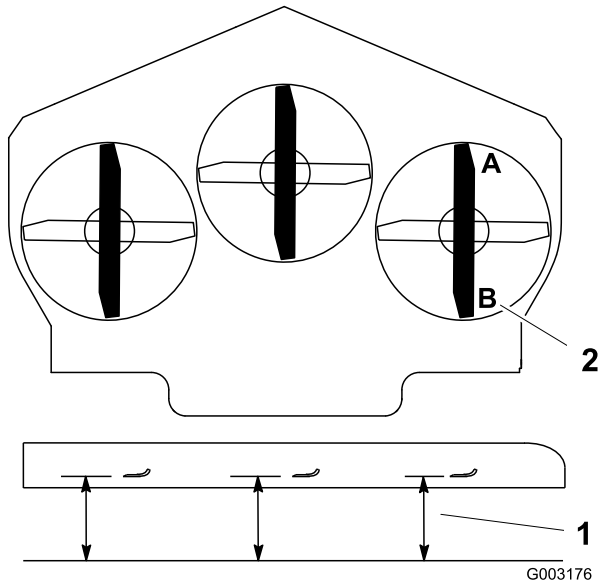

Figura 79
1. Disponete la lama destra in posizione longitudinale rispetto alla macchina (Figura 79).
2. Misurate la lama destra al punto **A** da una superficie piana fino al tagliente della punta della lama (Figura 79).
4. Misurate la lama destra al punto **B** da una superficie piana fino al tagliente della punta della lama (Figura 79).
6. La lama del tosaerba deve essere da 6 a 10 mm più bassa al punto **A** rispetto al punto **B** (Figura 79). In caso contrario eseguite la seguente operazione.